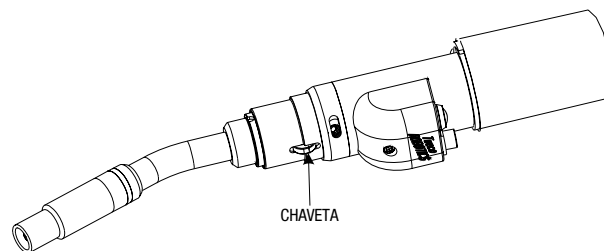

Figura 3-7: Localización de la Chaveta
19. Aflojar la conexión del brazo de soporte del robot e insertar el juego de cartucho del soplete y el conjunto del tubo conductor en su posición. La chaveta ubicada en el juego de cartucho debe colocarse en la ranura correspondiente del brazo de montaje hasta que el manguito tope contra el brazo del robot. Volver a apretar la conexión para fijar el conjunto en su lugar. Consultar la Figura 3-7.